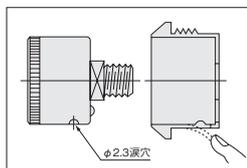

図3
2. 収納する際には、(1) 圧力計ケース裏側の2本の止めビスが下側にあること。(2) パネルマウントケース底部の四角穴の下側に止めビスの逃げ穴があること。以上2項目を確認してから圧力計を押し込み収納してください。
3. 収納した状態において、パネルマウントケース下部の脱落防止用の凸部が、圧力計ケース下部の涙穴(φ2.3)に入っていることを確認してください。圧力計とパネルマウントケースとの組込み位置が正しい場合は、収納する舌片がスナップの役目を果たしてスムーズな収納ができます。スムーズな収納ができない場合は、舌片を指先に捲り上げますと、収納しやすくなります。(図3参照)